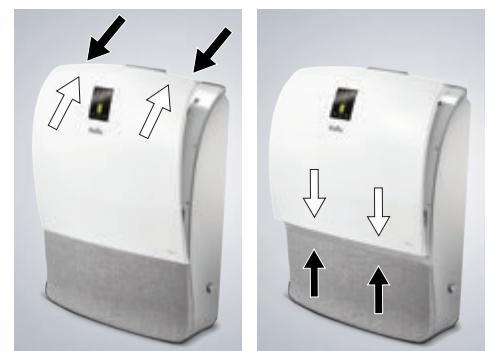

Рисунок 14
- Снимите переднюю панель прибора (прибор автоматически отключится). В местах углублений в верхней части корпуса потяните верхнюю часть панели горизонтально на себя, для освобождения от магнитного фиксатора и потом вверх, вынув из пазов в нижней части корпуса (рис. 14).